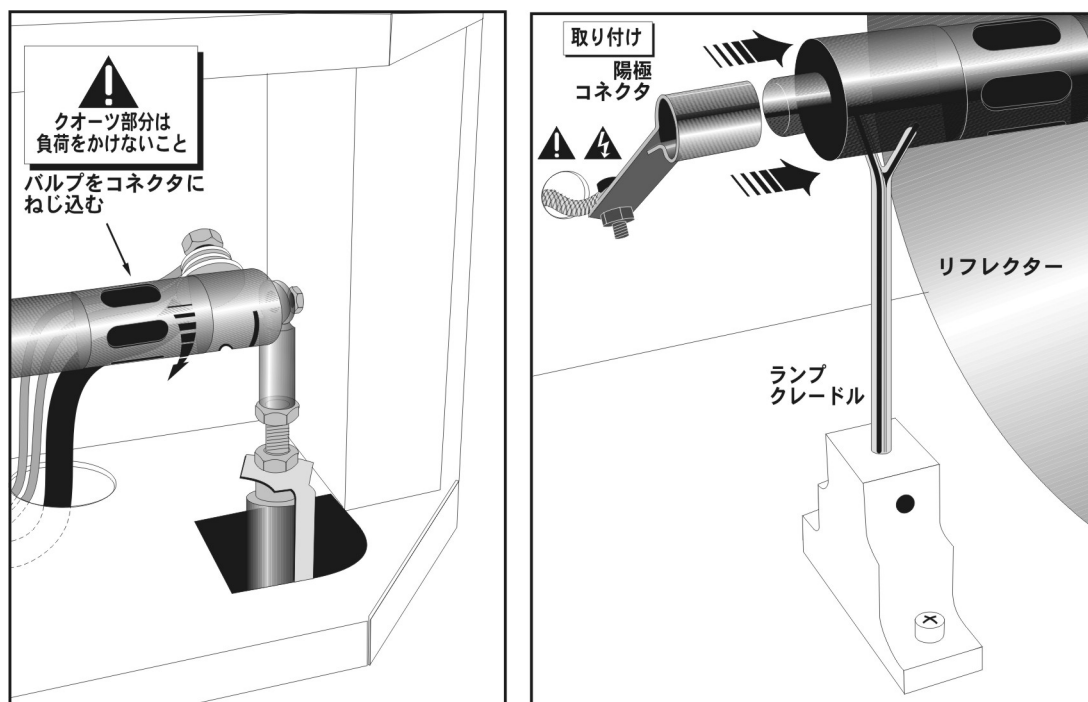

図 4-1 バルブの設置
1. 保護具およびシールドを着用した上で、ランプのネジ陰極 (-) をランプコンパートメント後部に位置するマイナスのランプコネクタナットに挿入し、完全にねじ込みます (図 4-1/ 左)。手でのみ締め付けてください。
2. ランプの陽極 (+) 端をランプクレードル (図 4-1/ 右) に入れ、プラスのランプコネクタをバルブ端部に滑らせます。